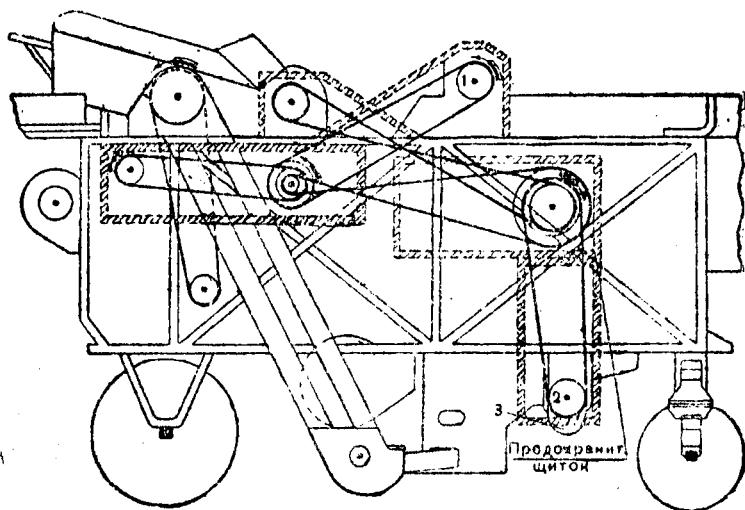

Рис. 135. Молотилка МК-1100 с приспособлением для обмолота клевера (правая сторона. Расположение ремней и предохранительных щитков):
1. **Терочный барабан 1** (рис. 135) производит вытирание семян из пыжины. Он устанавливается сверху машины и состоит из 5 дисков с бичами и конического кожуха из проволочной
недомолоченные бобки (пышки) задерживаются и силою воздушной струи из нижнего рукава вентилятора уносятся в жоб шнека 3 (рис. 135).